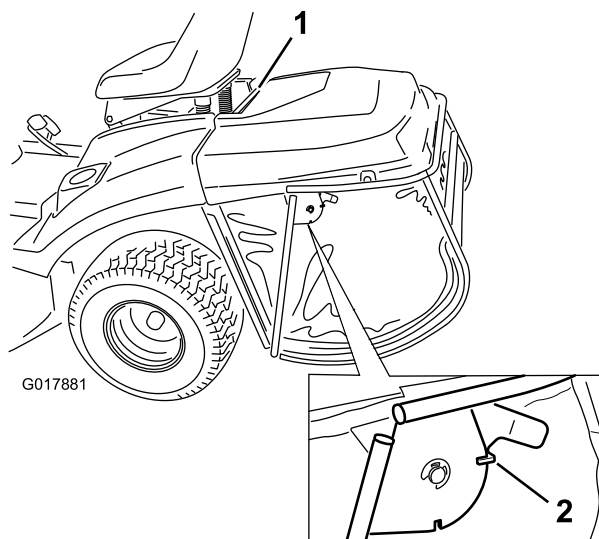

Figura 39
1. Bloquee el cierre de bloqueo del recogedor (Figura 39).